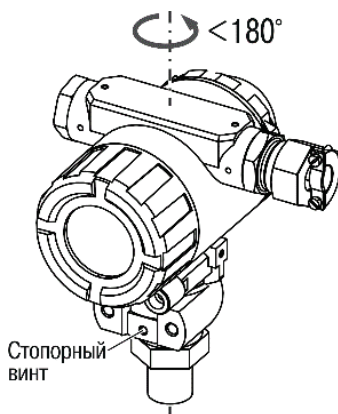

Рисунок 6.3 – Поворот корпуса относительно штуцера
- 1) ослабить стопорный винт с помощью ключа для внутреннего шестигранника размером $S = 2$ мм (см. рисунок 6.3);